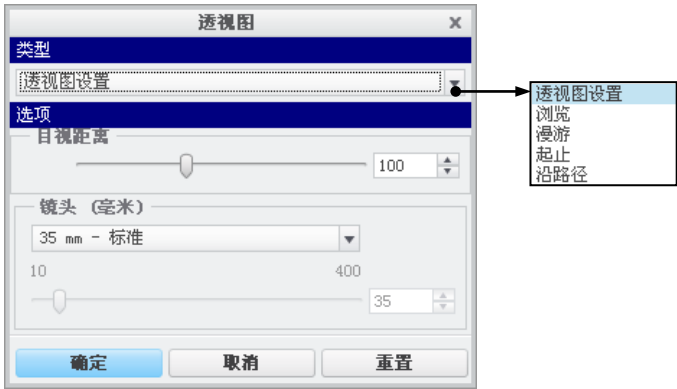

图 7.3.1 “透视图”对话框
Step2. 在 **渲染** 功能选项卡中选择 **透视图** → **透视图设置** 命令。系统弹出“透视图”对话框，如图 7.3.1 所示。